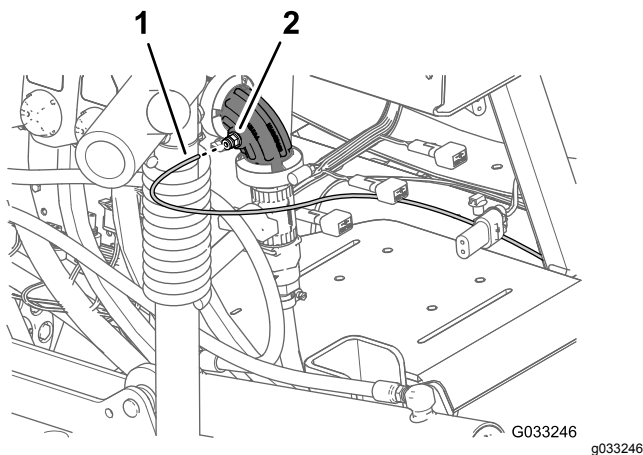
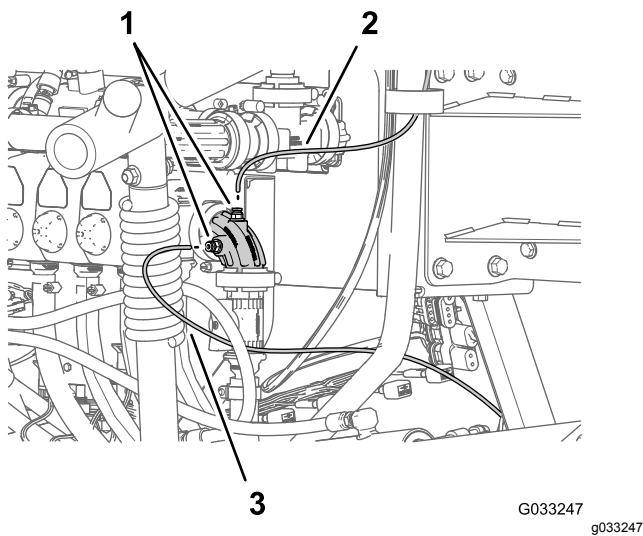

Figura 146
Figura 147
- 1. Alinee el extremo del tubo del sensor de presión (plástico) del indicador de presión del salpicadero con el anillo de bloqueo del acoplamiento del tubo (Figura 146 y Figura 147).
- 2. Inserte el tubo del sensor en el anillo de bloqueo hasta que el tubo esté totalmente asentado (Figura 146 y Figura 147).